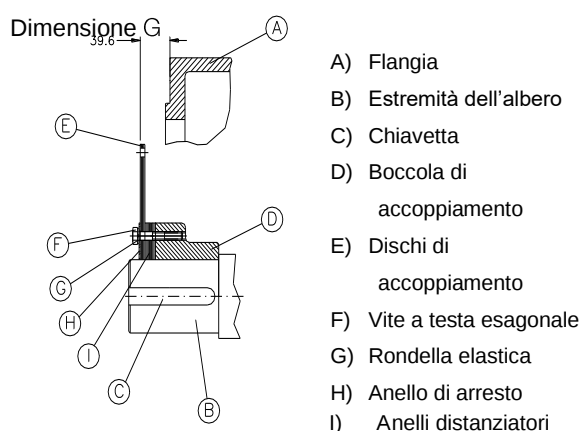

Figura 4.14: Procedura per modificare la dimensione G
Per farlo, è sufficiente rimuovere o aggiungere gli **anelli distanziatori (I)**, come mostrato in Figura 4.14.